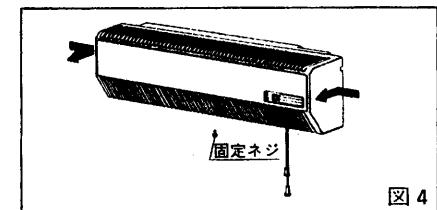

図 4
- (3)本体を取付けるには、梱包のためのテープをはがしてからグリル下側に付いている固定ネジをゆるめ、グリル両側を押させて手前に引きグリルを外してください。（図4）